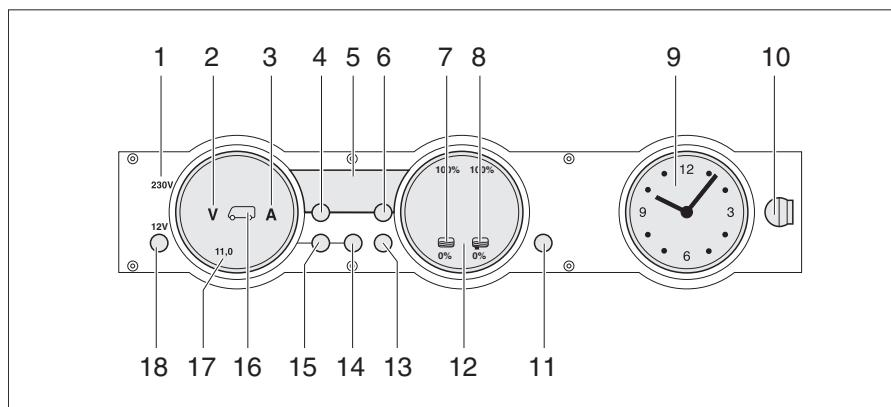

Fig. 270 Pannello di controllo MP 20-T
La spira di controllo 230 V (Fig. 270,1) si accende quando all'ingresso della centrale elettrica è presente una tensione di rete.
L'interruttore principale 12 V (Fig. 270,18) inserisce o disinserisce il pannello di controllo e l'alimentazione a 12 V dell'abitacolo.
- Premere brevemente il tasto "12 V" (Fig. 270,18). L'alimentazione a 12 V dell'abitacolo è inserita. L'indicatore di controllo "12 V" si accende.
- ▷ Se dopo l'accensione il LED "11,0" dell'indicatore dei volt e il simbolo dei Volt "V" (Fig. 270,2) lampeggiano nell'indicatore delle batterie (Fig. 270,17), la tensione della batteria dell'abitacolo è insufficiente. Caricare la batteria.
- ▷ Se dopo l'accensione l'indicatore di controllo "12 V", il simbolo della batteria dell'abitacolo (Fig. 270,16) e il simbolo dei Volt "V" (Fig. 270,2) lampeggiano per tre volte, significa che la separazione della batteria è attivata. Disattivare la separazione della batteria.
- Premere brevemente il tasto "12 V" (Fig. 270,18). L'alimentazione a 12 V dell'abitacolo è disinserita. L'indicatore di controllo "12 V" si spegne.
- Premere il tasto della batteria dell'abitacolo (Fig. 270,14) e tenerlo premuto per circa 10 secondi. Il simbolo dei Volt "V" (Fig. 270,2) e il simbolo degli Ampere "A" (Fig. 270,3) lampeggiano tre volte. La batteria dell'abitacolo è separata dalla rete di bordo a 12 V.
- Premere il tasto "12 V" (Fig. 270,18) e tenerlo premuto per 5 secondi. Il simbolo dei Volt "V" (Fig. 270,2) lampeggia tre volte. La batteria dell'abitacolo è collegata alla rete di bordo a 12 V. L'indicatore di controllo si accende dopo circa 2 secondi.
- Premere il tasto della batteria dell'abitacolo "█" (Fig. 270,14). Il simbolo dei Volt "V" (Fig. 270,2) si accende. Il simbolo degli Ampere "A" si accende con luce bianca o rossa a seconda del livello di carica o scarica delle batterie. La tensione della batteria e la corrente della batteria dell'abitacolo sono indicate dai LED sul pannello di controllo.
- Premere il tasto della batteria di avviamento "█" (Fig. 270,15). Il simbolo dei Volt "V" (Fig. 270,2) si accende. La tensione della batteria della batteria di avviamento viene indicata attraverso i LED nell'indicatore.
- Premere il tasto dei serbatoi "■" (Fig. 270,13). I simboli del serbatoio dell'acqua "■" (Fig. 270,7) e del serbatoio delle acque grigie "■" (Fig. 270,8) si accendono. I livelli di riempimento del serbatoio dell'acqua (scala a sinistra) e del serbatoio delle acque grigie (scala a destra) vengono visualizzati mediante i LED nell'indicatore.
Il simbolo Volt "V" (Fig. 270,2) e il LED "11,0" iniziano a lampeggiare non appena la tensione della batteria scende al di sotto di 11 V (misurazione durante il normale esercizio) con conseguente rischio che la batteria si scarichi totalmente.
Il simbolo del serbatoio dell'acqua "☵" (Fig. 270,7) o il simbolo del serbatoio delle acque grigie "🚽" (Fig. 270,8) lampeggiava se il serbatoio dell'acqua è vuoto o il serbatoio delle acque grigie è pieno.